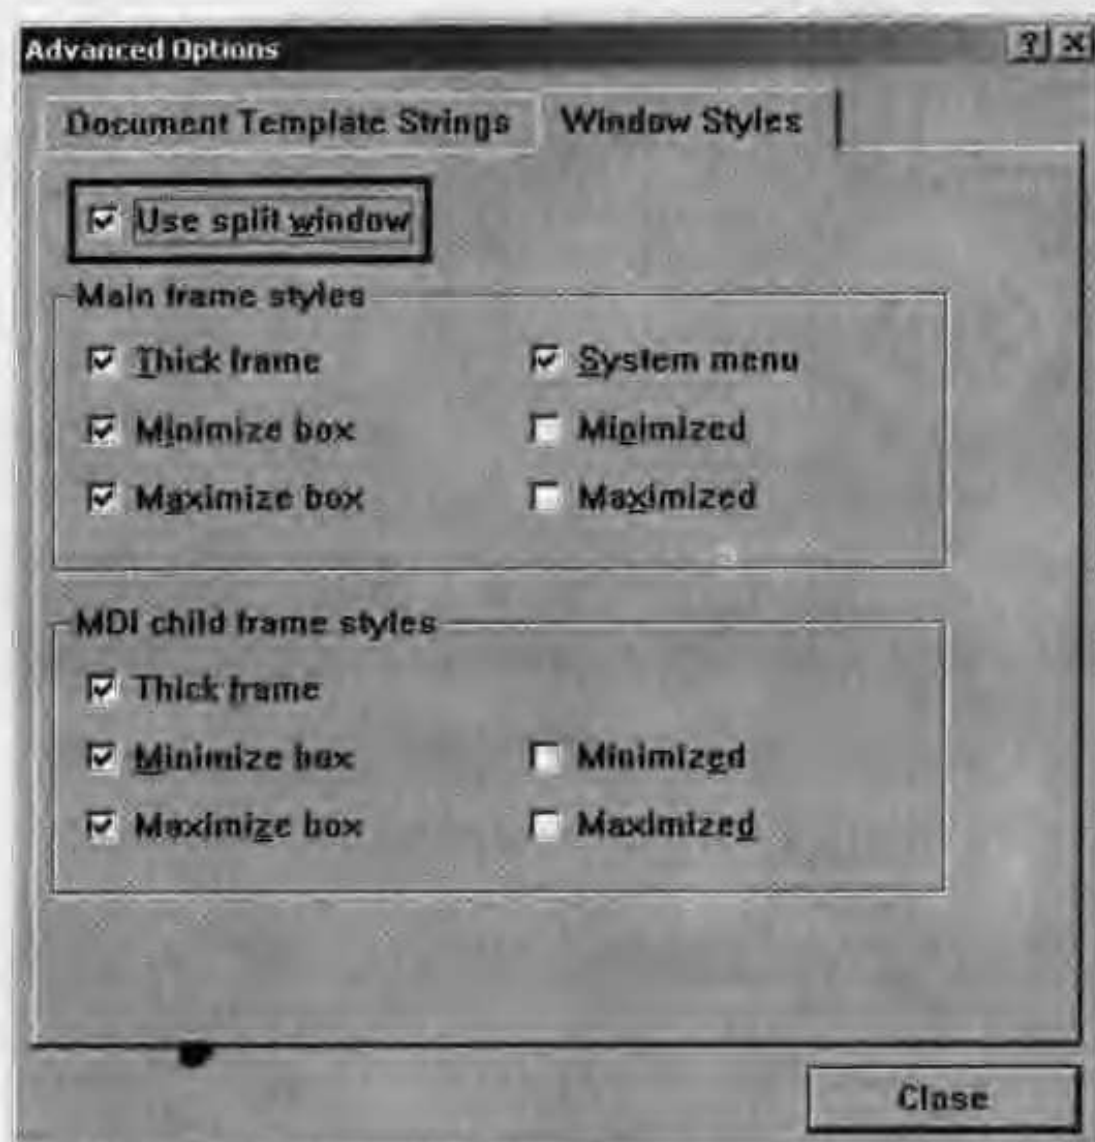

图 9.3.6 “Advanced Options”对话框
(1) 打开 File 菜单的 New 选项，选取 Projects，选择 MFC AppWizard (exe)，填入工程名，本例为 xxx。
(2) 把数据库文件 data 拷入新建的工程目录。
(3) 应用程序的类型指定为 MDI，在 Step2 对话框中选择 Header Files Only 选项。
(4) 在“Advanced Options”对话框的“Window Styles”选项卡中单击“Use split window”选项，如图 9.3.6 所示。